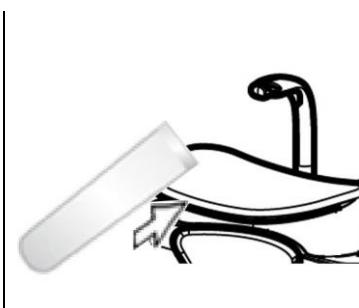

Рис. 2
- 2 - Установите одноразовую гигиеническую защиту на прикусную вилку (рис. 2).